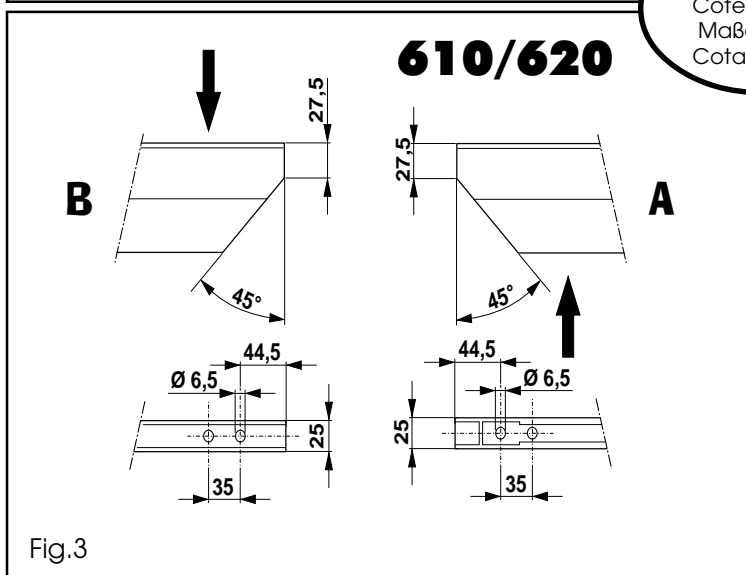

Fig.3
- 2) Tagliare i due spezzoni di sbarra e praticare le forature per il fissaggio degli snodi come in fig. 3
- 2) Cut the two beam sections and drill the holes for securing the joints as in fig. 3
- 2) Couper la lisse à l'endroit souhaité en pratiquant les onglets, pour obtenir les deux parties A et B. Pratiquer les perçages nécessaires à la fixation de l'articulation comme mentionné fig. 3.
- 2) Die beiden Balkenabschnitte schneiden und die Bohrungen für die Befestigung der Gelenkstücke, wie in Abb. 3 gezeigt, ausführen.